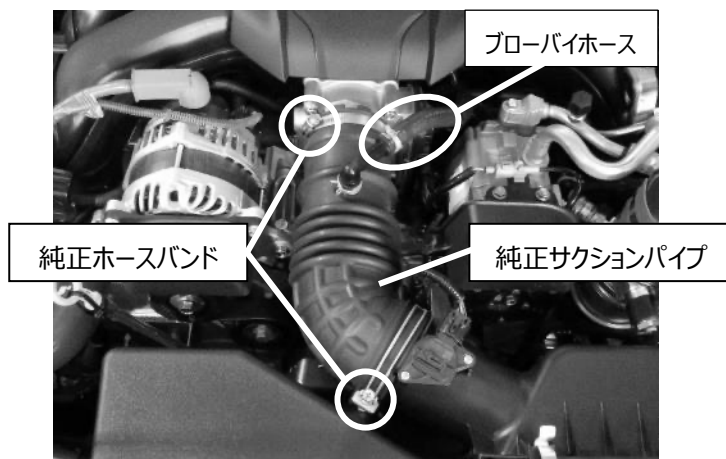

図 1
- 2) 純正ブローバイホースバンド 1ヶ所を緩めてブローバイホースを切り離します。(図 1)
- 3) 純正ホースバンド 2ヶ所を緩め、純正サクションパイプを取り外します。(図 1)